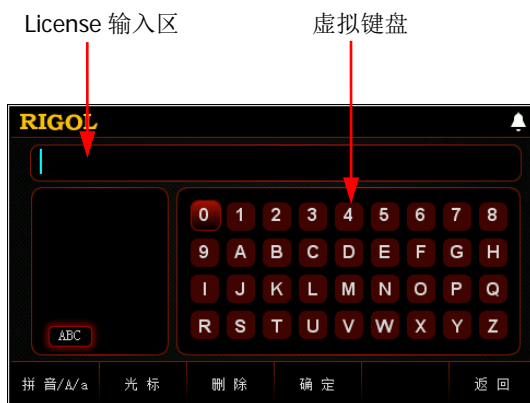

图 2-61 License 输入界面
(1) 在“选件”选项卡中，按 **安装** 键进入 License 输入界面，如图 2-61 所示。